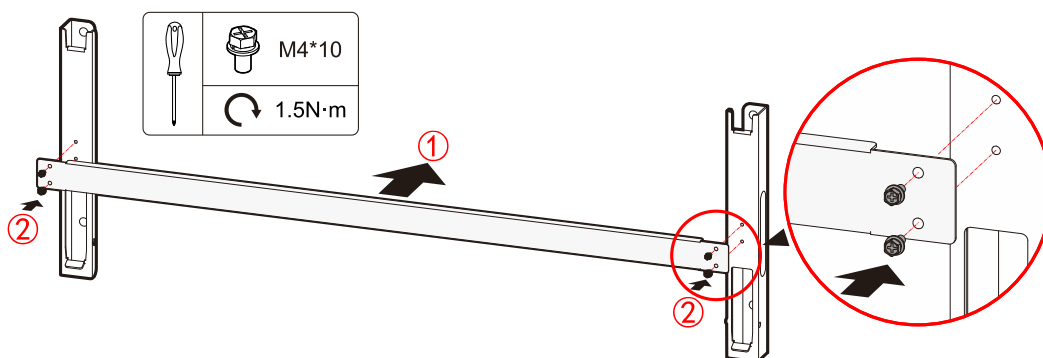

Figura 3-11 Montaggio del supporto di installazione
- Fase 1 Utilizzare i quattro bulloni M4 x 10 inclusi per fissare le barre di installazione all'asta, come mostrato nella Figura 3-11.